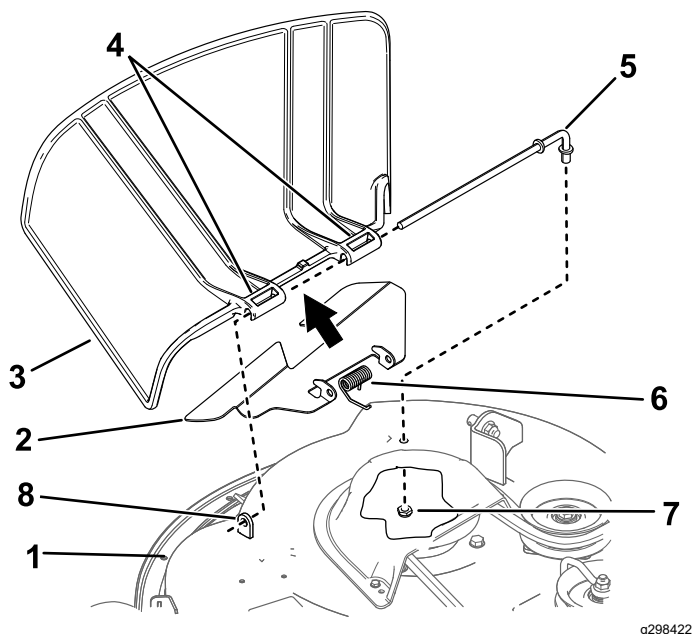

Bild 73
1. Nehmen Sie die Mutter ($\frac{3}{8}$ ") aus der Stange unter dem Mähwerk ab (Bild 73).
- Schieben Sie die Stange aus dem kurzen Vorsprung, der Feder, dem Ablenkblech und Grasablenkblech (Bild 73).
- Montieren Sie das neue Grasablenkblech und Ablenkblech (Bild 73).
- Schieben Sie die Stange durch das Ablenkblech und die zweite Halterung am Grasablenkblechzapfen (Bild 73).
- Befestigen Sie das hintere Stangenende mit einer Mutter (3/8") am Mähwerk, wie in Bild 73 abgebildet.